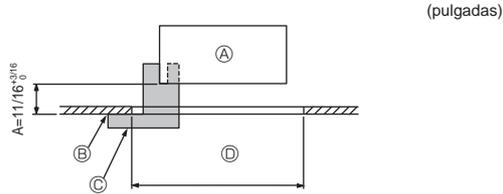
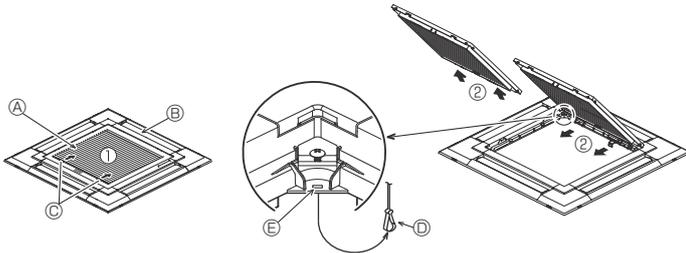
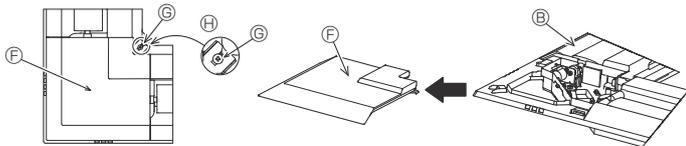

Fig. 6-2
Fig. 6-3
Fig. 6-4
①	Dimensiones de la rejilla	1	950 × 950 (mm), 37-13/32 × 37-13/32 (pulgadas)
②	Plantilla	1	Dividido en cuatro partes
③	Tornillo (4 × 16)	1	Para PLFY-EP-NEMU1-E
④	Panel angular del 3D I-see Sensor	1	Para PLFY-EP-NEMU1-E
6.2. Preparación para conectar la rejilla (Fig. 6-2)
- Con la plantilla ② que se suministra con este equipo, ajuste y compruebe la posición de la unidad en el techo. Si la unidad no está colocada en el techo de forma adecuada, podrían producirse escapes de aire o generarse una condensación.
- Ⓒ Plantilla ② (medida en la unidad)
6.2.1. Extracción de la rejilla de admisión (Fig. 6-3)
- Deslice las palancas en la dirección indicada mediante la flecha ① para abrir la rejilla de admisión.
- Con la rejilla de admisión en posición "abierta", extraiga la bisagra de la rejilla de admisión de la rejilla tal y como se indica mediante la flecha ②.
6.2.2. Extracción del panel angular (Fig. 6-4)
- Extraiga el tornillo de la esquina del panel angular. Deslice los paneles angulares indicados por la flecha ① para extraer este panel.
[Fig. 6-3] [Fig. 6-4]